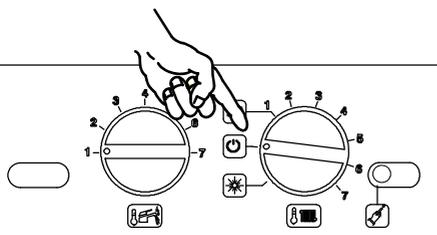

Figura 6.9
- Spegnerne la caldaia portando il selettore di funzione 10 sulla posizione "U" come in Figura 6.9.